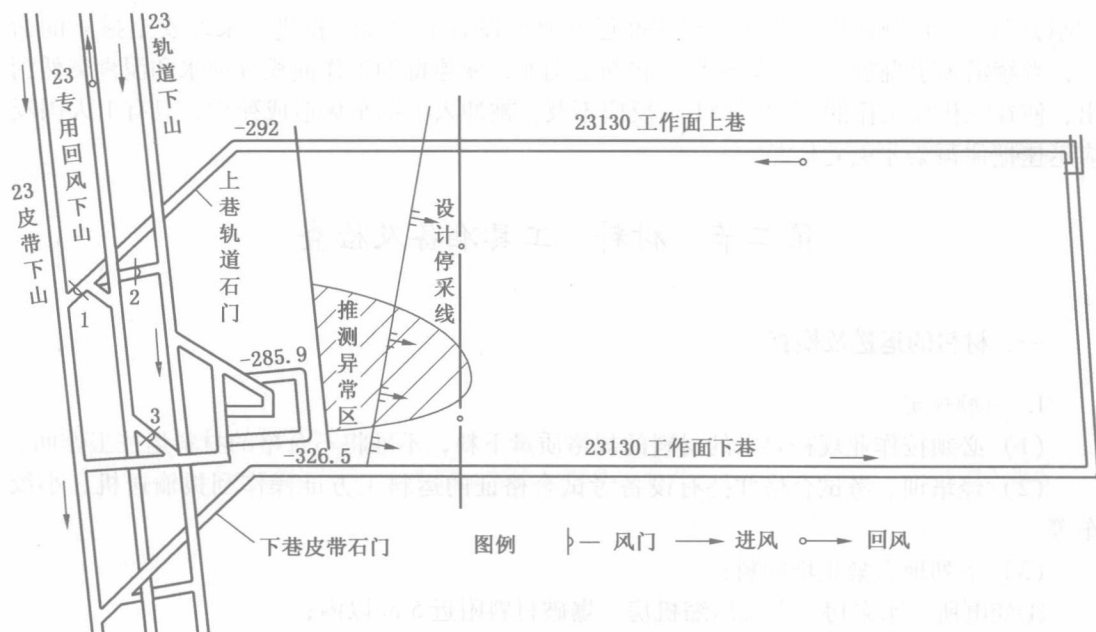

图 1-2 23130 炮采工作面示意图
1. 工作面发生火灾、瓦斯爆炸、煤尘爆炸事故时的避灾路线（图1-2）